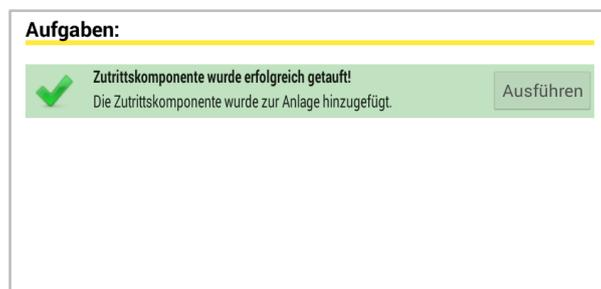

Abbildung 94: Xesar-Tablet – erfolgreiche Taufe
- Die Xesar-Zutrittskomponente wurde nun Ihrer Xesar-Schließanlage hinzugefügt (Abbildung 94: Xesar-Tablet – erfolgreiche Taufe).